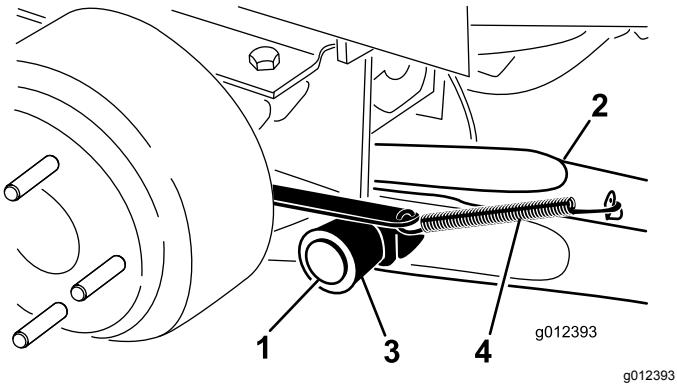

Figura 4
- (Figura 4). Montate il braccio di sollevamento con la parte piegata collocata verso l'esterno.
7. Agganciate la molla di ritorno del freno alla linguetta presente sul braccio di sollevamento (Figura 4).